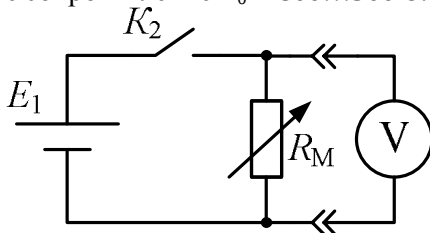

Рис. 2.6
2.1. Соберите схему, приведенную на рис. 2.6. Ключ K_2 установите в разомкнутое положение (рычажок вниз). Переключатель мультиметра установите на предел «20 V». На магазине сопротивлений установите сопротивление $R_0 = 800 \dots 900 \text{ Ом}$.